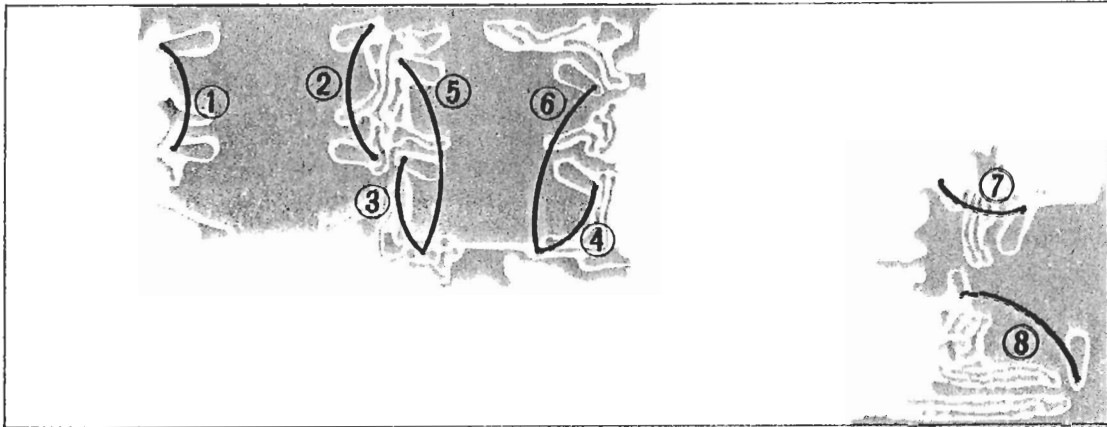

Figura 4
5. Remítase a la Tabla 1 y a la Figura 4 ; localice y remueva los puentes de alambre asociados con cada filtro que va a ser sustituido. Estos puentes están en el lado soldado del módulo.